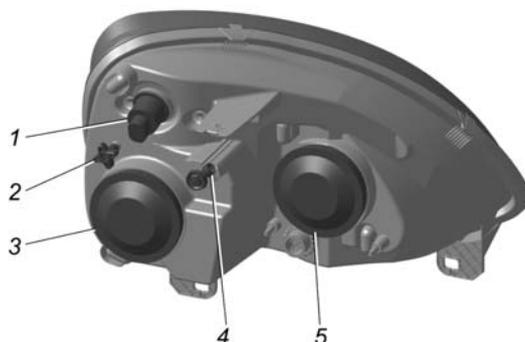

Рис. 8.3. Блок-фара:
Головные фары. Для замены ламп ближнего света и габаритного огня в блок-фаре необходимо снять резиновую крышку 3 (рис. 8.3).
- отрегулировать световые пучки ручками 2 (рис. 8.3) и через гнездо 4 поочередно для каждой фары.